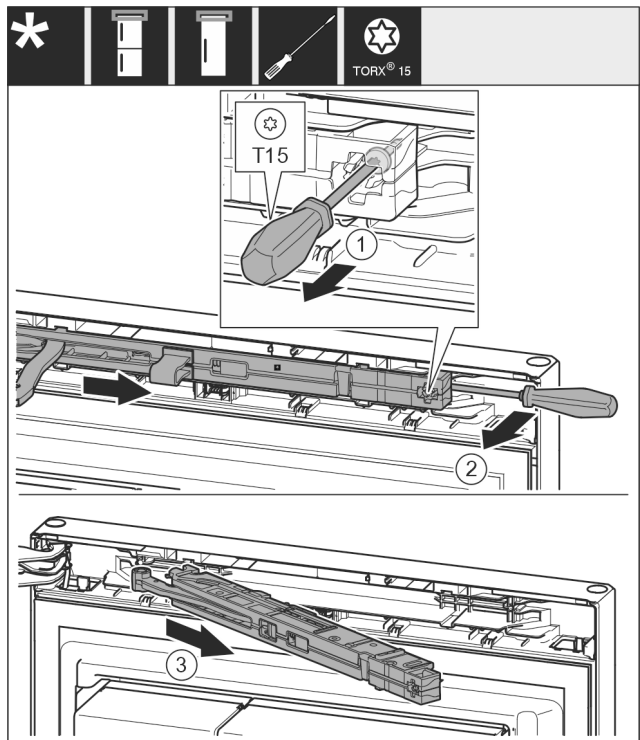

Fig. 11
- ▶ Desserrer la vis Fig. 11 (1) de l'unité d'amortisseur de fermeture au moyen d'un tournevis 14 mm.
- ▶ Décrocher l'unité d'amortisseur de fermeture Fig. 11 (2) côté poignée vers l'avant avec un tournevis.
- ▶ Retirer l'unité d'amortisseur de fermeture Fig. 11 (3).